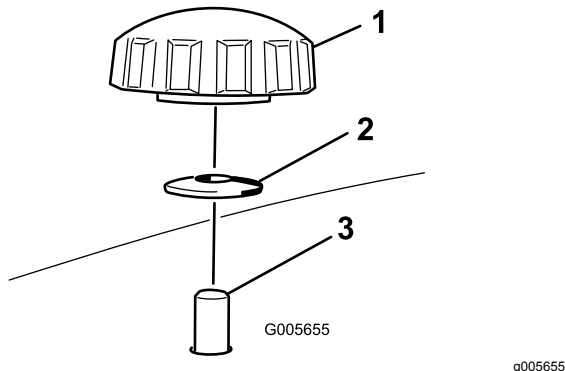
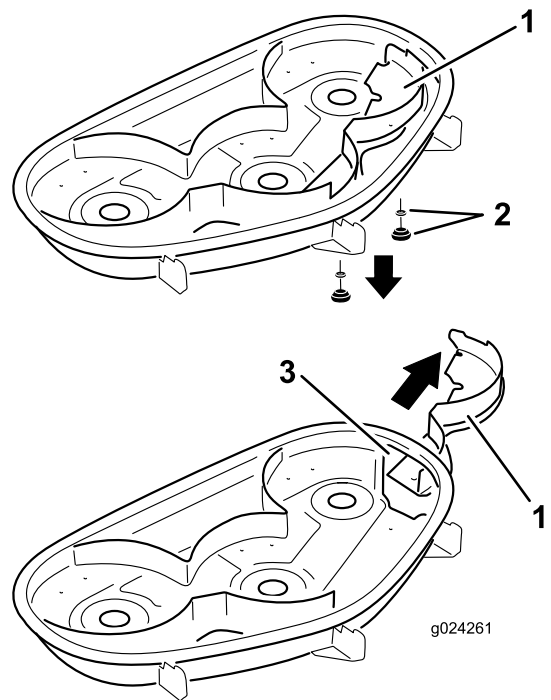

Figura 16
Figura 17
4. Retire los 2 pomos y las arandelas curvas que sujetan el deflector derecho al cortacésped (Figura 16).
5. Retire el deflector derecho y baje el deflector de hierba sobre el orificio de descarga, según se muestra en Figura 16 y Figura 17.
5. Coloque el deflector derecho debajo de la carcasa de corte y fíjelo usando 2 pomos y las arandelas curvas (cara ahuecada hacia el cortacésped) según se muestra en Figura 16 y Figura 17.